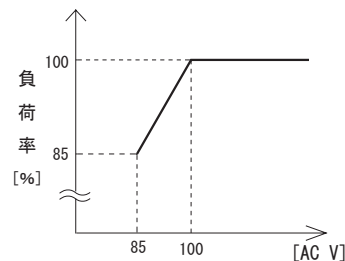

図6.2 入力電圧ディレーティング
- 複数の電源を並べて使用する場合は、各電源のアルミベースプレート温度がディレーティング特性（図6.2）に示す温度範囲を越えないよう、十分な冷却効果が得られるようにしてください。
■入力電圧によるディレーティング特性を図6.2に示します。